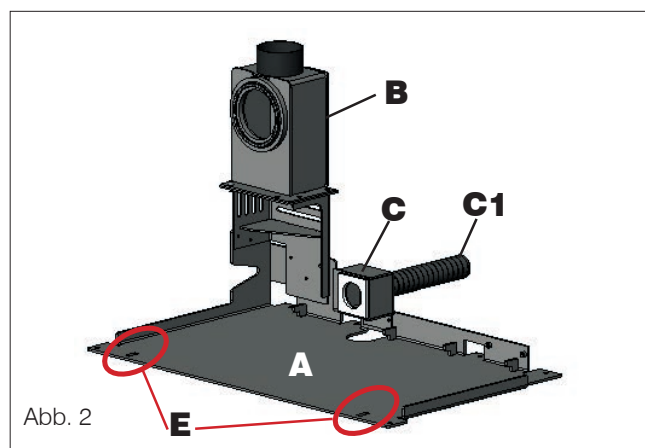
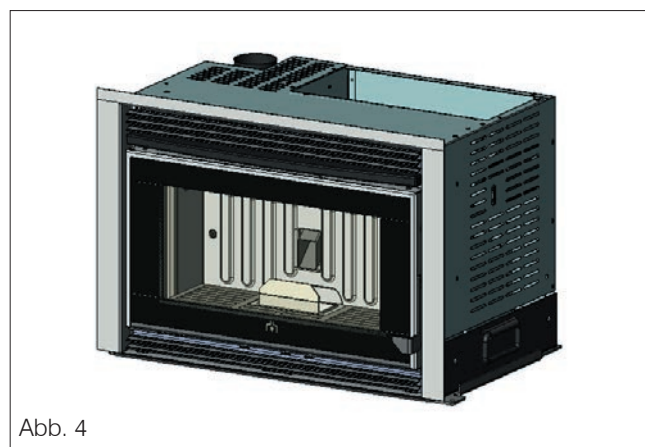

Abb. 2
Abb. 4
- Die Grundplatte (A - Abb. 2) auf dem Sockel mittels der Bolzen und der Bohrlöcher an der Außenseite der Platte (X - Abb. 5) befestigen.
- Den Einsatz (Abb. 4) wieder positionieren, indem er auf der Grundplatte (A - Abb. 2) bis zum Anschlag geschoben wird (der Einsatz muss in die beiden Ösen (E - Abb. 2) an der Vorderseite der Grundplatte (A - Abb. 2) einrasten. Dabei darauf achten, dass das Stromkabel nicht zwischen den beiden Platten eingeklemmt wird.